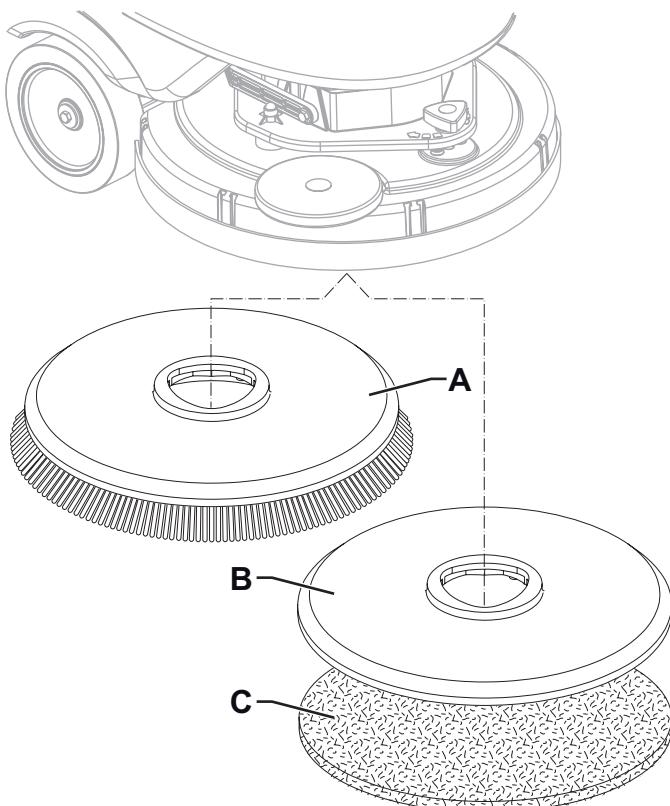

Abbildung 2
An das Gerät können sowohl die Bürste (A, Abb. 2) als auch der Padhalter (B) mit Pad (C) montiert werden, je nach auszuführender Bodenbehandlung.
1. Die Bürste (A) oder den Padhalter (B) unter den Bürstenkopf (26) positionieren.
2. Den Bedienerschlüssel (51) im Schlüssel-Lesegerät (41) einführen, dann die Taste (42) drücken, um die Maschine einzuschalten.
3. Die niedrigste Vorschubgeschwindigkeit durch Drücken der Schildkröten-Taste (45) einstellen.
4. Die One-Touch-Taste (43) drücken, um den Kopf auf die Bürste abzusenken.
5. Zum Ankuppeln der Bürste den Steuerknüppel (2) drücken, dann loslassen. Falls erforderlich wiederholen, bis die Bürste angekuppelt ist.